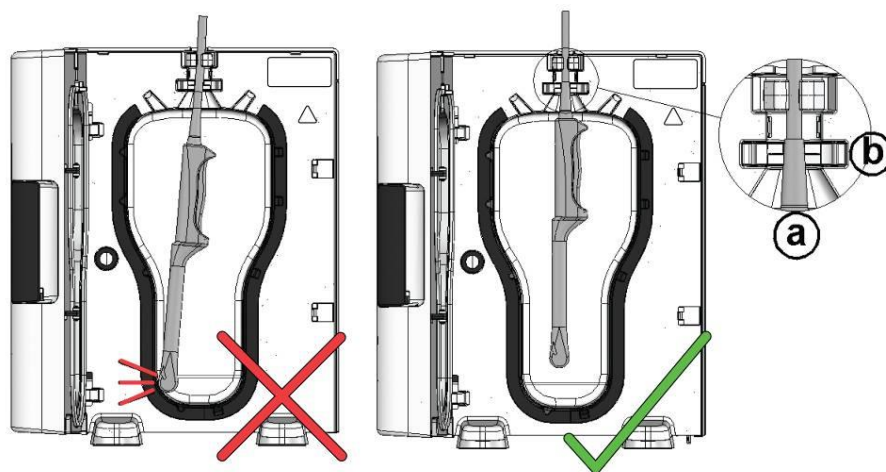

Ilustración 9
3. La sonda queda bien sujeta en el interior de la cámara gracias al uso de dos abrazaderas; consulte la ilustración 9-a.
La sonda tiene un manguito corto en la parte posterior del mango, para cubrir el cable eléctrico. Se denomina CASQUILLO DE LA SONDA - ilustración 9-a.
- Sujete la sonda por el mango y empuje la parte superior del CASQUILLO DE LA SONDA hacia dentro del prensaestopas (ilustración 9-a), asegurándose de que la parte superior del casquillo del cable de la sonda quede por encima del prensaestopas (ilustración 9-b).